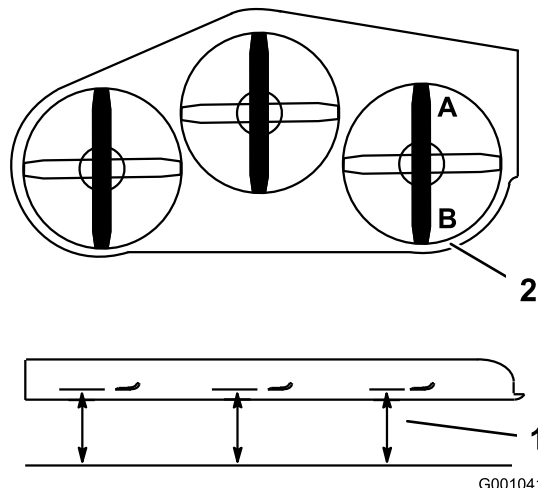

Figura 78
1. Disponete la lama destra in posizione longitudinale rispetto alla macchina (Figura 78).
2. Misurate la lama destra al punto **A** da una superficie piana fino al tagliente della punta della lama (Figura 78).
4. Misurate la lama destra al punto **B** da una superficie piana fino al tagliente della punta della lama (Figura 78).
6. La lama del tosaerba deve essere da 6 a 10 mm più bassa al punto **A** rispetto al punto **B** (Figura 78). In caso contrario eseguite la seguente operazione.